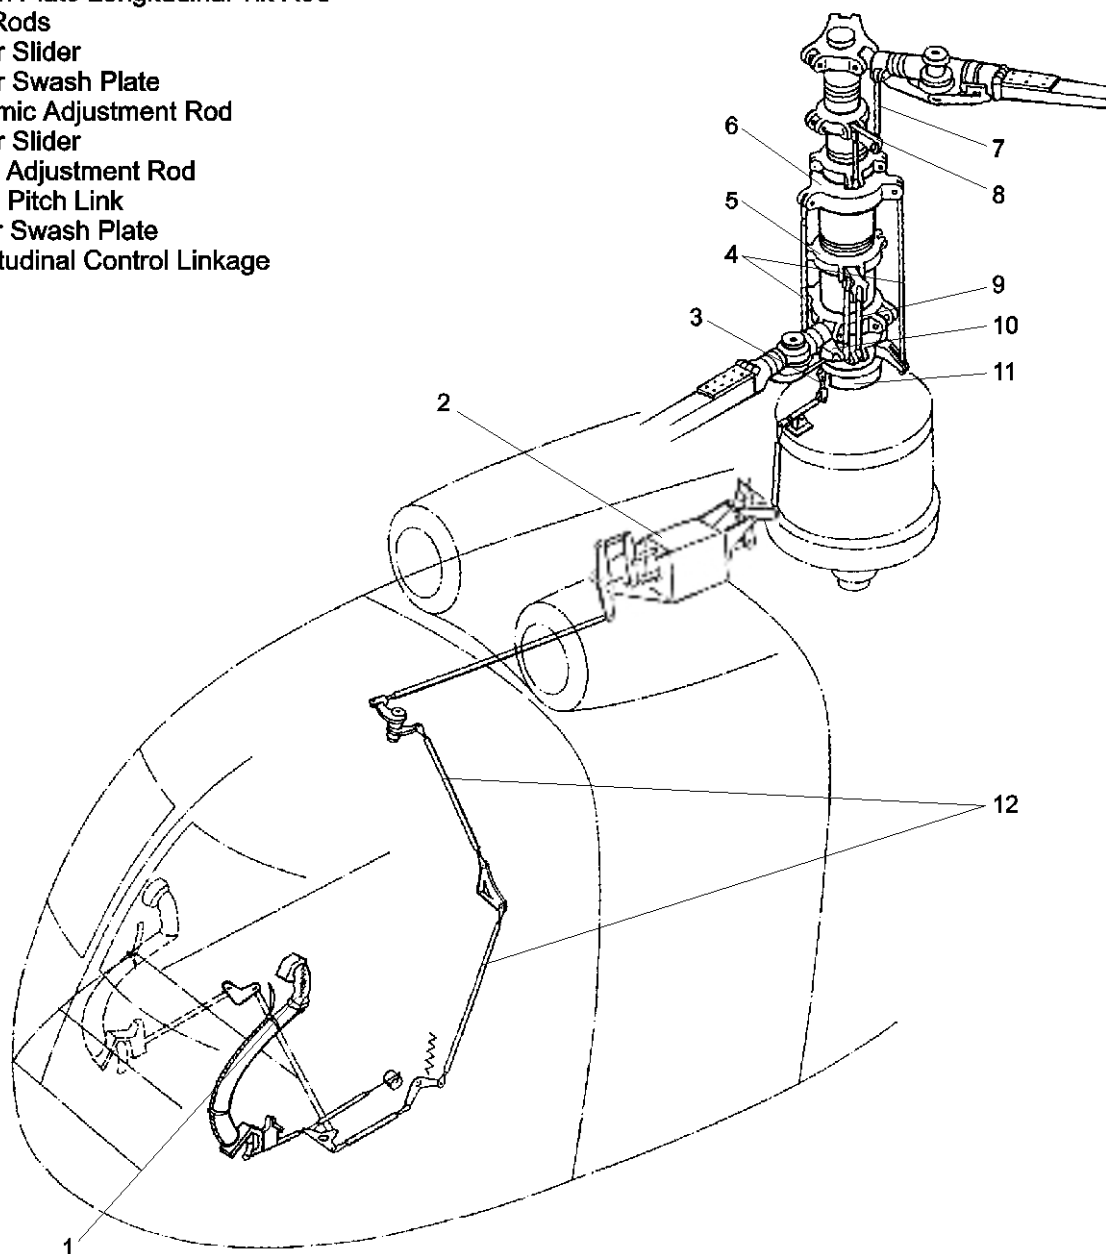

Fig. 1-19. Longitudinal Control System.
- longitudinal control system (Fig. 1-19);